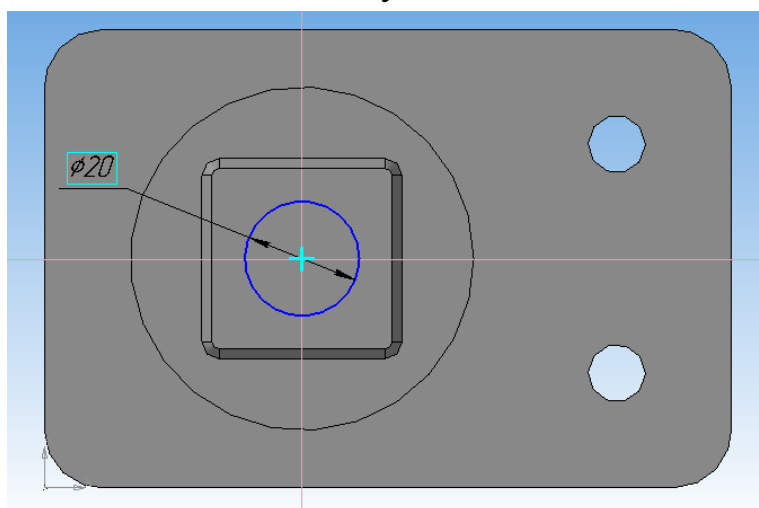

Рисунок 37.
15. Определите центр усеченной пирамиды и выполните окружность $\phi 20$ (рисунок 37). Выйдите из режима «Эскиз».